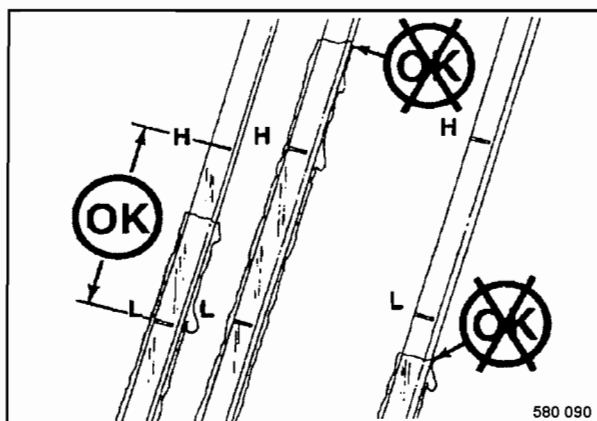

Fig. 76
- Volver a comprobar el nivel de aceite (Fig. 76) y completar con aceite hasta el nivel llega a la marcación "MAX".